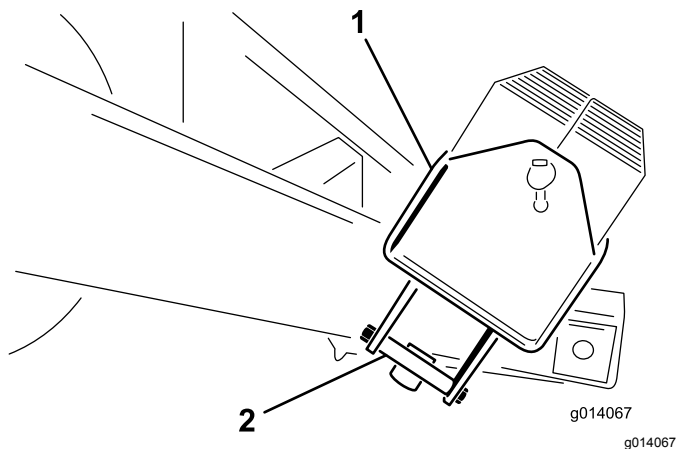

図 5
2. ウェイトケースを保持している取り付けブラケットからボルト $\frac{1}{2} \times 5\frac{1}{2}$ "を外す。取り付けブラケットは廃棄する 図 5。